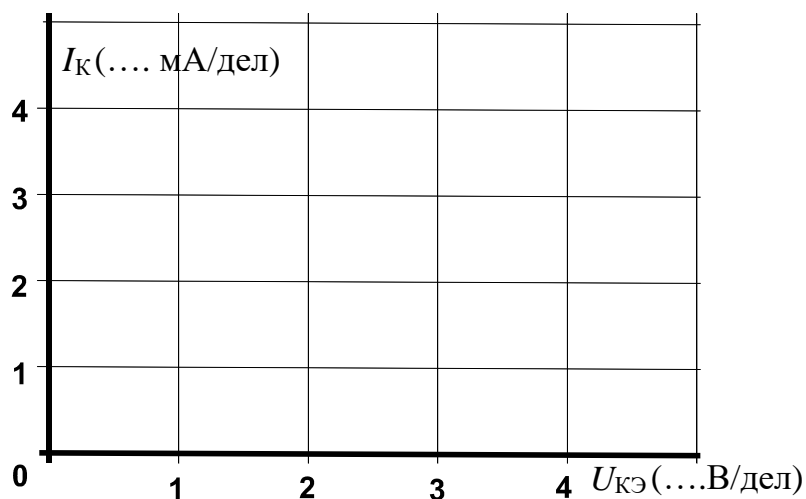

Рисунок 4
1.4. Регулируя ток базы от 0 до максимального значения и наоборот, наблюдайте за изменением кривой  $I_K(U_{кэ})$  на осциллографе. При нескольких значениях тока базы (включая нулевое и максимальное) перерисуйте кривую  $I_K(U_{кэ})$  с осциллографа на рисунок 4. Не забудьте указать масштабы по осям и токи базы для каждой кривой.